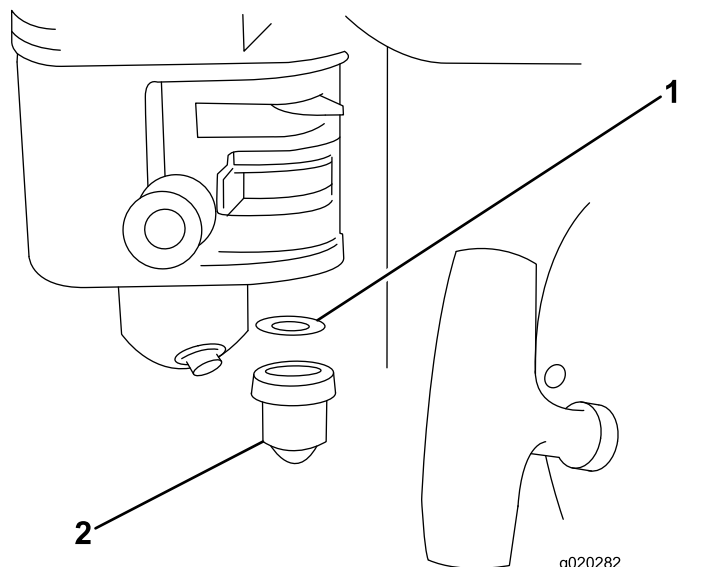

Figura 18
4. Rimuovete la coppa dei sedimenti e l'O-ring (Figura 18).